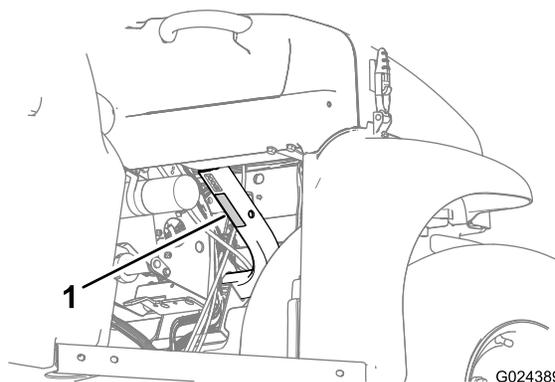

Figura 19
- Osservate la capacità di carico della macchina e limitate il peso del carico da trasportare nel cassone come descritto in Specifiche \(pagina 17\) e sull'etichetta del peso lordo del veicolo riportata sulla macchina (Figura 19).